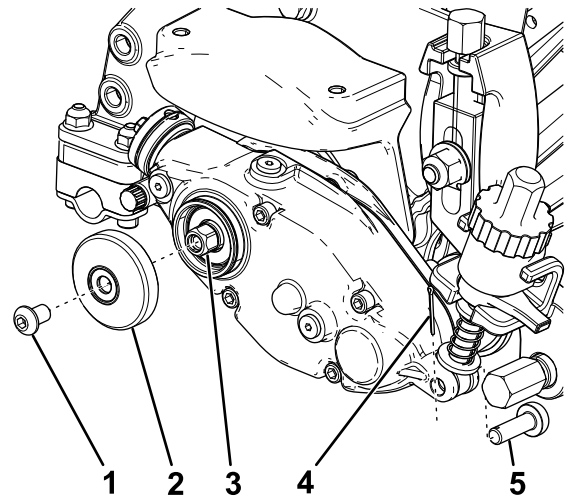

図 2
1. アジャスタームアセンブリのロッドから、コッターピンとアジャスタピンを抜き取る 図 2。
2. グルーマ駆動ボックスから六角ソケットねじとアウターカバーを取り外す 図 2。
4. もう一人に手伝ってもらるか角材などでリールを動かないように保持し、六角ヘッドドライブをゆるめる 図 2。